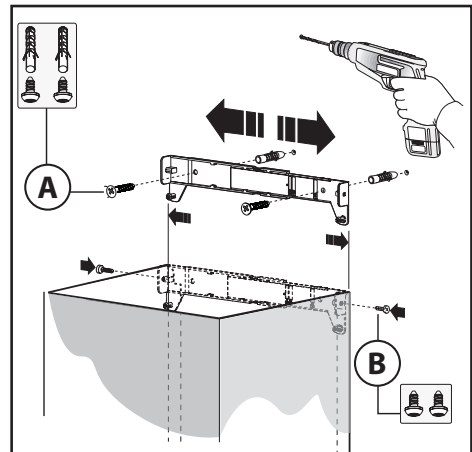
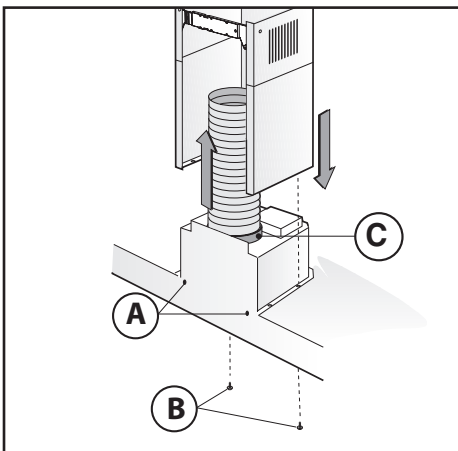
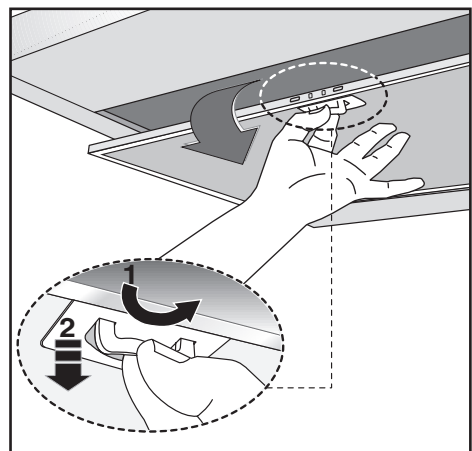

Fig.3
Fig.4
Fig.5
• Det minimala avståndet mellan kokkärlets underlag på kokhällen och spisfläktens nedre del måste vara minst **65 cm**. I det fall ett anslutningsrör används som består av två eller flera delar, måste den övre av delarna träs utanpå den undre delen. Anslut inte kåpan utloppsrör till luftkanaler i vilka varmluft cirkulerar, eller kanaler som används för att evakuera rök från apparater som drivs med annan typ av energi än elektrisk energi. För att förenkla handhavandet av apparaten ska antifettfiltret/en tas ur innan monteringsmomenten påbörjas (Fig.5).
Borra hålen **A** och ta hänsyn till de angivna måtten (Fig.2). Fäst apparaten på väggen och se till att den är i horisontell linje med de övriga kökskåpen. När spiskåpan har justerats ska den fästas definitivt med de 2 skruvarna **A** (Fig.4). För de olika monteringsmomenten ska skruvar och expansionspluggar som är lämpliga för väggen användas (t.ex. armerad betong, gips o.s.v.). Om skruvar och expansionspluggar medlevereras med produkten ska du försäkra dig om att de är lämpliga för den typ av vägg där spiskåpan ska fästas.
Montera elmatningen innanför skorstensförlängningen. Om din apparat ska installeras som insugande version eller version med yttre motor ska hål för utsugning av luften förberedas. Reglera bredden för överdelens fästen (Fig.3). Fäst sedan fästet i taket med skruvarna **A** (Fig.3) så att det är i linje med din spiskåpa och ta hänsyn till avståndet till taket som anges i Fig.2. Anslut flänsen **C** med ett anslutningsrör till hålet för utsugning av luft (Fig.4). Skjut in överdelen inuti underdelen. Fäst underdelen i spiskåpan med de medlevererade skruvarna **B** (Fig.5).
Dra upp överdelen till fästet och fäst den med skruvarna **B** (Fig.3).